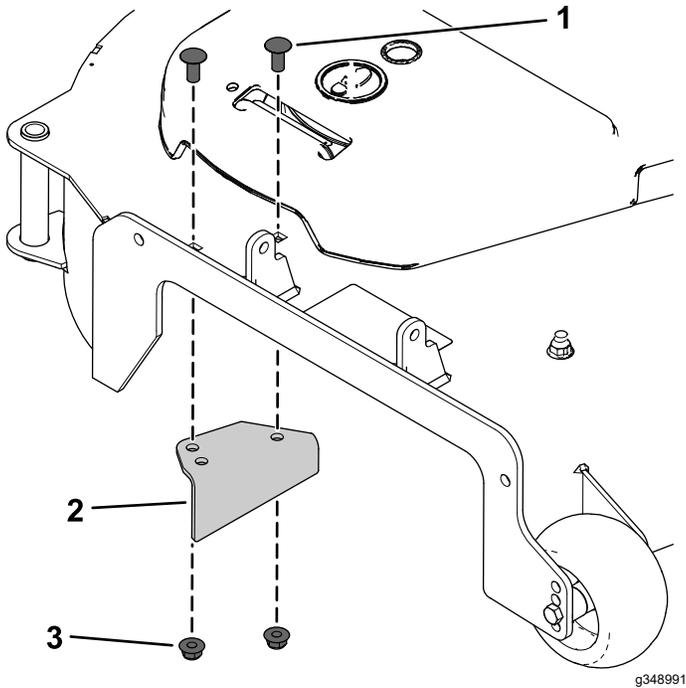

Figure 6
4. Montez le nouveau déflecteur d'éjection à l'aide de 2 boulons de carrosserie ($\frac{3}{8}$ " x $\frac{7}{8}$ ") et 2 écrous à embase ($\frac{3}{8}$ "), comme montré à la Figure 6.